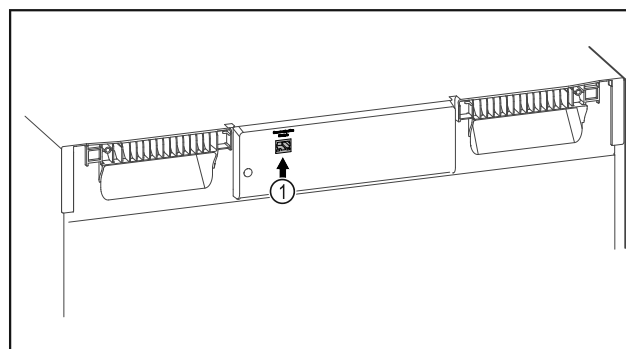

Fig. 119
- ☐ SmartModule Fig. 119 (1) is geplaatst.